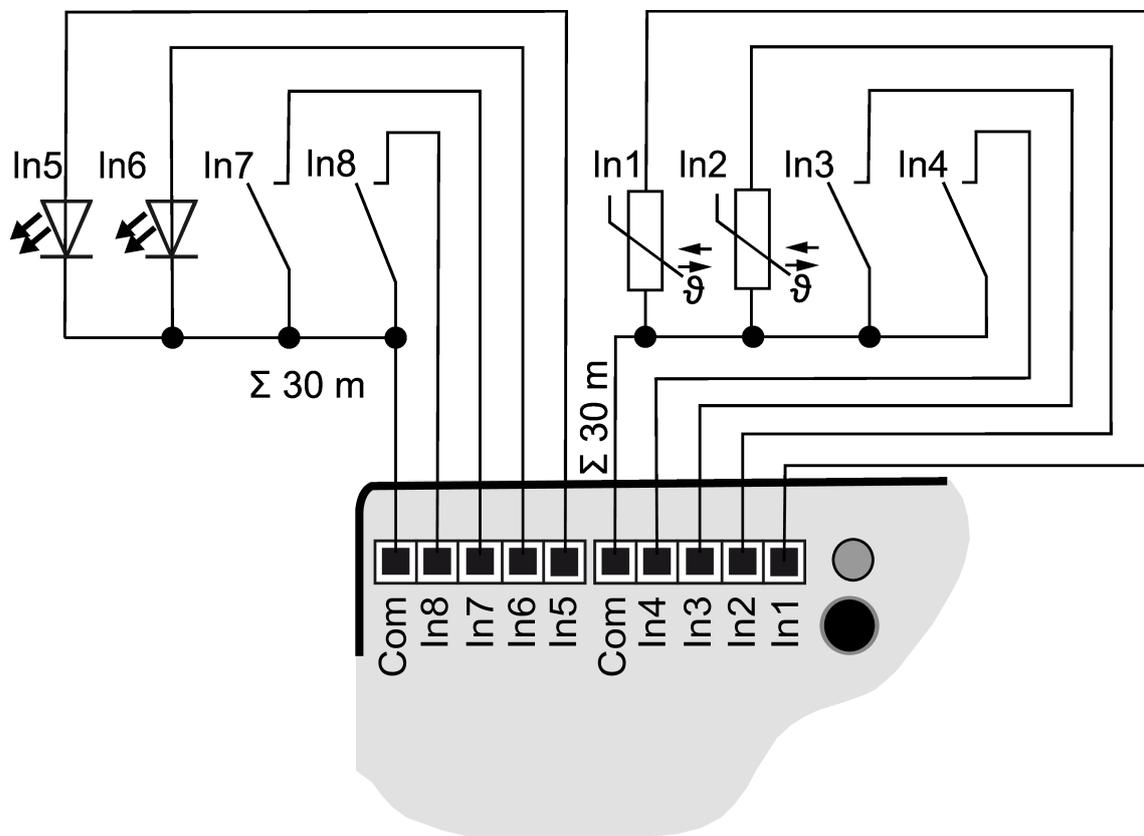

Bild 4: Anschlussbeispiel
- Taster, Schalter, Kontakte, LED oder NTC gemäß Anschlussbeispiele mit beiliegten Anschlussleitungen (4) anschließen (siehe Bild 4). Die Anschlussbeispiele zeigen die Verwendung mit Eingängen und Ausgängen.